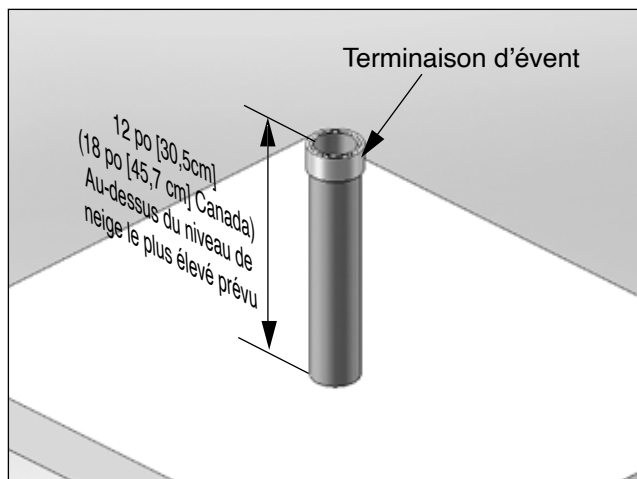

Fig. 15 - Catégorie - IV - Terminaison verticale du tuyau d'évent
3. La tuyauterie de ventilation doit être terminée à la verticale avec un raccord qui accepte une grille aviaire, et elle doit être située de 12 po [30,5 cm] (18 po [45,7 cm] au Canada) au-dessus du niveau de neige prévu le plus élevé, comme illustré **Fig. 15 en page 24 ci-dessous**.
3. Localisez la pénétration du tuyau d'évent de manière à créer les dégagements décrits à la **Fig. 15 en page 24**.
3. La tuyauterie d'évent doit se terminer à la verticale avec un raccord, comme illustré à la **Fig. 15 en page 24**.
**N'allongez pas le tuyau d'évent au-dessus du toit, au-delà des dimensions illustrées à la Fig. 15 en page 24. L'exposition prolongée du tuyau d'évent pourrait causer le gel du condensat et bloquer le tuyau d'évent, entraînant des dommages matériels substantiels, des blessures graves ou la mort.**